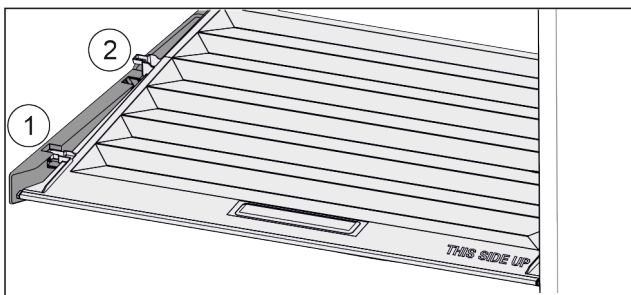

Fig. 94
- ▶ Pokrov povlecite naprej *Fig. 94 (1)* do odprtine v držalnih delih.
- ▶ Zadaj ga od spodaj dvignite in odstranite *Fig. 94 (2)* navzgor.